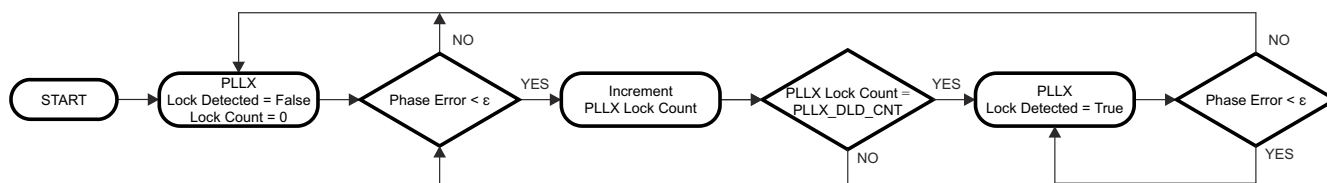

图 8-8. 数字锁定检测流程图
PLL1 和 PLL2 都支持数字锁定检测。数字锁定检测功能会比较 PLL 的参考路径 (R) 与反馈路径 (N) 之间的相位。当两个信号之间的时间误差 (即相位误差) 小于指定窗口大小 (ϵ) 时, 锁定检测计数将递增。当锁定检测计数达到用户指定的值 PLL1_DLD_CNT 或 PLL2_DLD_CNT 时, 锁定检测将置位为 true。一旦数字锁定检测为 true, 指定窗口外的单相比较将导致数字锁定检测被置位为 false。如图 8-8 所示。